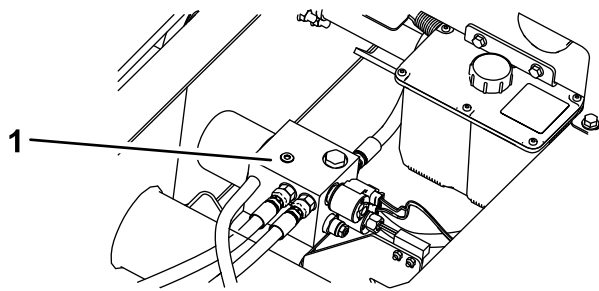

Figura 13
3. Coloque un recipiente grande debajo del bloque de distribución hidráulica (Figura 13).